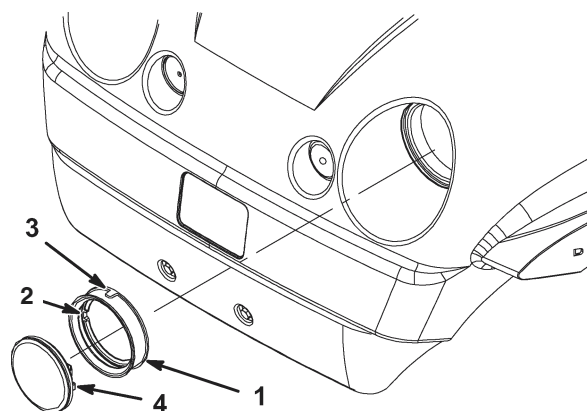

Figure 34
4. Déposez le joint en caoutchouc qui entoure le phare (Fig. 34). Mettez le phare au rebut.
5. Placez l'encoche située à l'intérieur du joint en face de l'encoche du phare neuf (Fig. 34). Placez le joint sur le phare jusqu'à ce qu'il tienne bien en place.